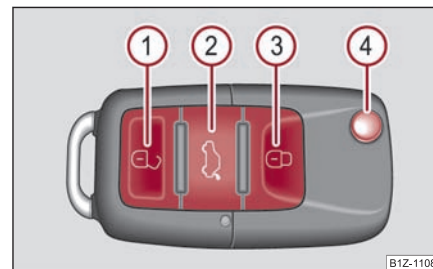

Fig. 47 Cheia cu telecomandă
- Apăsați tasta  ⇒ pagina 49, fig. 47 cca. 1 sec.